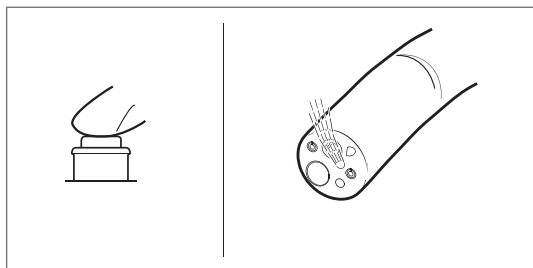

Figure 3.9
- Retirer de l'eau l'extrémité distale du fibroscope et appuyer sur le piston air/eau. Vérifier si de l'eau sort par l'extrémité distale du fibroscope (Figure 3.9).